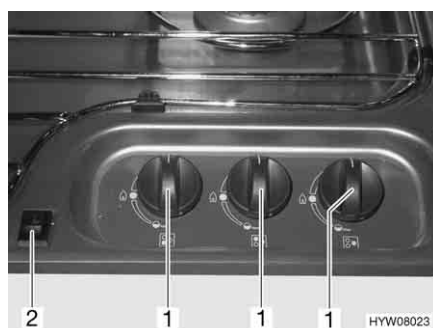

Fig. 181 Elementi di comando del fornello a gas
- Ruotare il pomello girevole (Fig. 181,1) dell'apparecchio a fiamma libera desiderato in posizione accesa (fiamma alta).
- Premere l'interruttore a bilico (Fig. 181,2). Sul bruciatore vengono prodotte scintille.